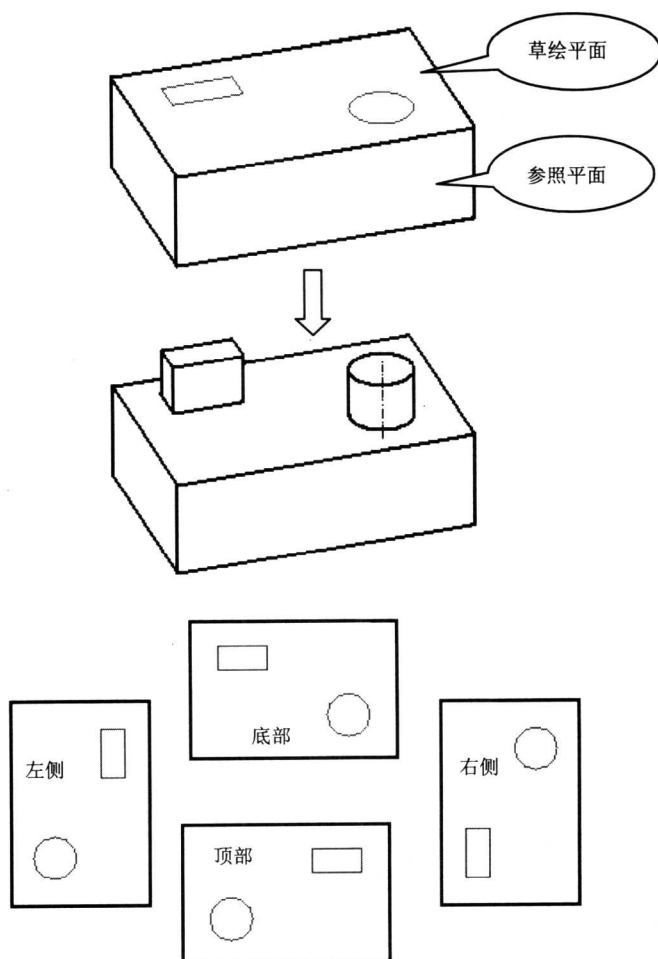

图 1-3
- 参照平面是一个与草绘平面垂直的平面，用来定位使草绘平面旋转到适当视角的平面。同一个参照平面可以有右侧(Right)、左侧(Left)、顶部(Top)和底部(Bottom) 4 种定位方法，如图 1-3 所示。